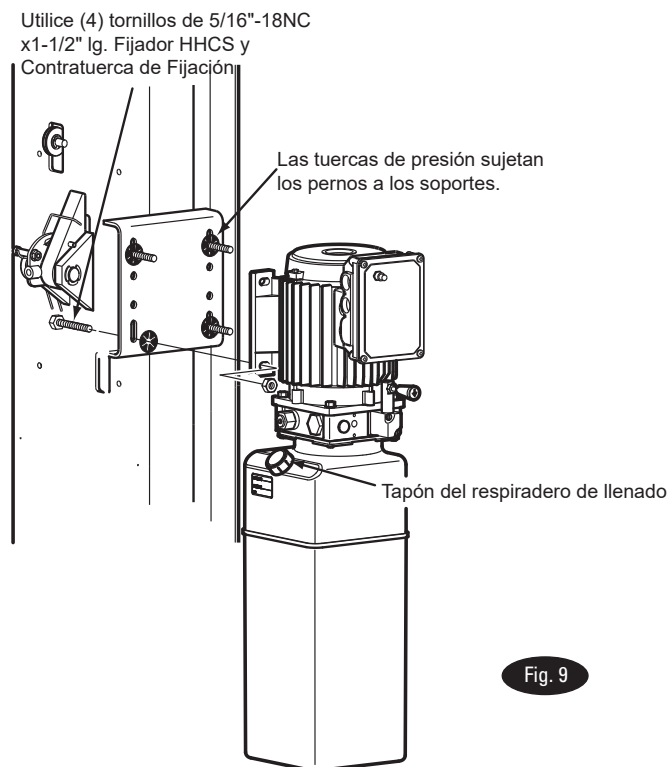

Fig. 9
9. Unidad de alimentación: Coloque los (4) 5/16"-18NC x 1-1/2" la contratuerca de fijación HHCS a través de los orificios en el soporte de la unidad de energía utilizando Tuercas de Presión para mantenerlo en su lugar, Fig. 9. Monte la unidad con el motor hacia arriba del soporte de la columna e instale (2) rondanas de estrella y contratueras de fijación de 5/16". Instale y apriete manualmente la rama de T a la bomba hasta que la junta tórica esté asentada. Siga apretando la contratuerca a 14-20 Nm (10-15 ft-lbs), o hasta que la tuerca y la arandela toquen fondo contra el colector de la bomba. **NOTA:** Podría todavía ser capaz de girar la bifurcación T. Esto es aceptable a menos que haya filtraciones en la junta tórica. De ser así, apriete suavemente la tuerca de fijación.